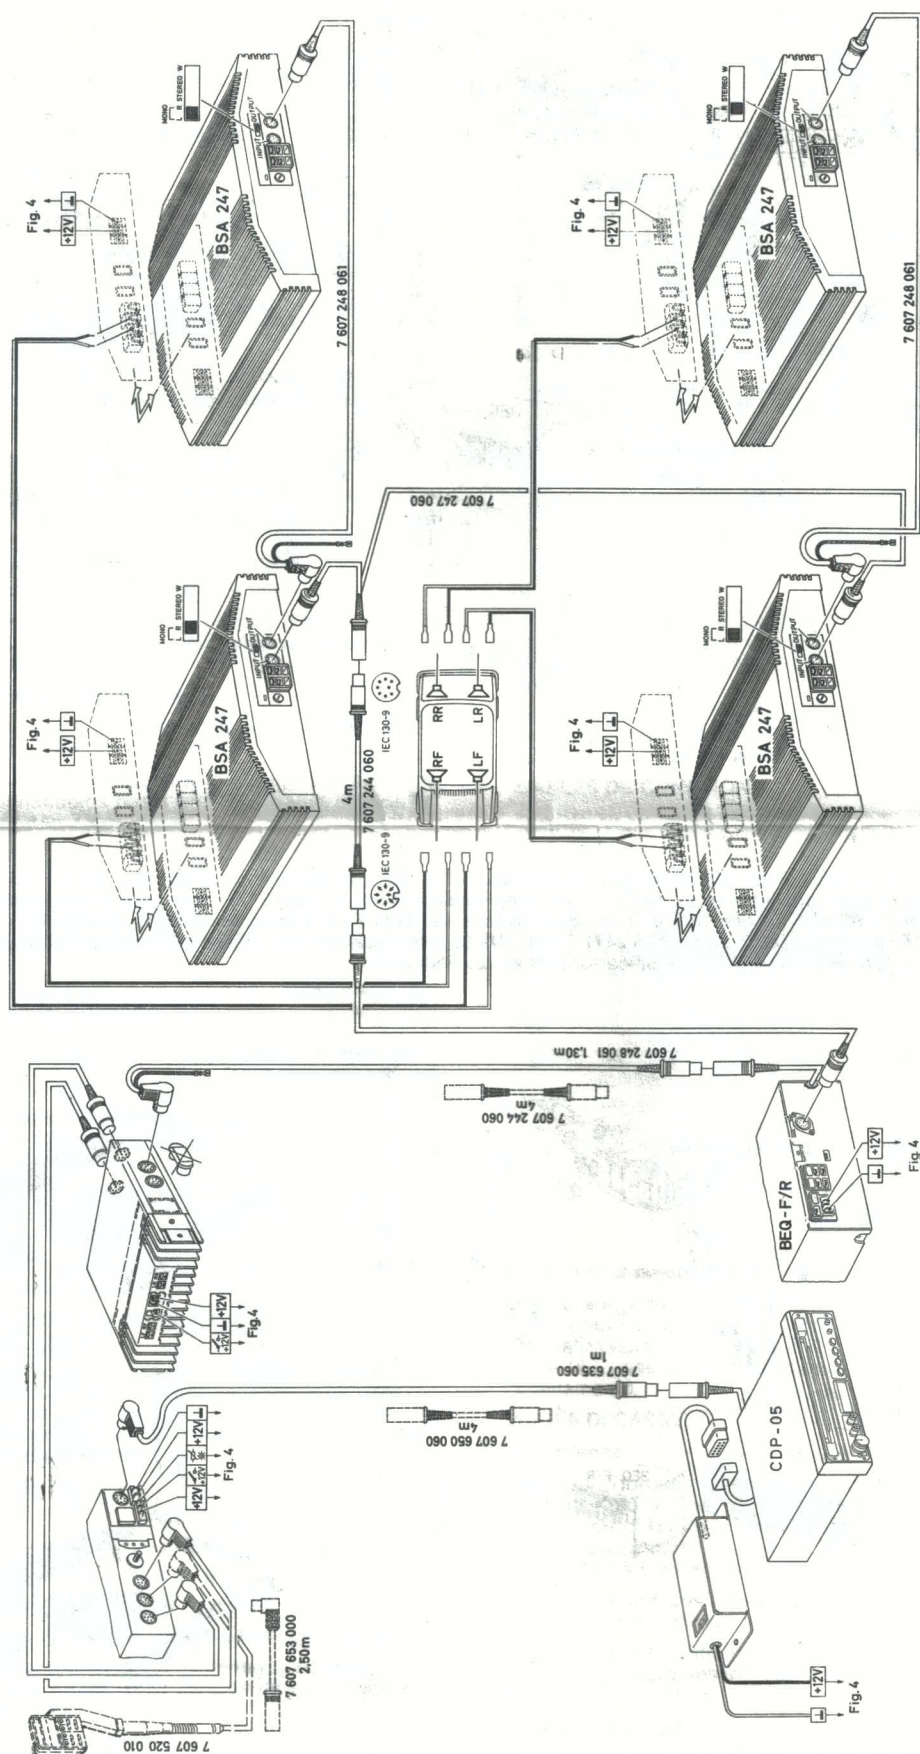

Fig. 11
Fig. 11 avec CDP 05 avec égaliseur (p.ex. BEQ-F/R) et amplificateur (4 x BSA 247)
- Fig. 11 con CDP 05 con ecualizador (p.e. BEQ-F/R) y amplificador (4 x BSA 247)
Fig. 11 con CDP 05 con equalizzatore (es. BEQ-F/R) e am-